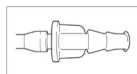

Figura 3: Lengüeta de aspiración
3. Si es necesario aspirar, conecte la lengüeta de aspiración al sistema de aspiración mediante el tubo de aspiración (figura 3).